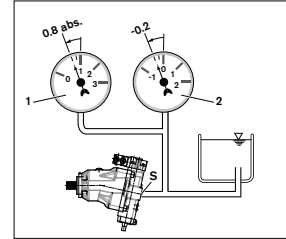

Abb. 7: Saugdruck
- Stellen Sie sicher, dass für die Axialkolbenpumpe in allen Einbaupositionen und Einbaulagen im Betrieb und bei Kaltstart ein minimaler Saugdruck von 0,8 bar absolut am Anschluss „S“ vorliegt, siehe Abb. 7. Weitere Werte siehe Datenblatt.